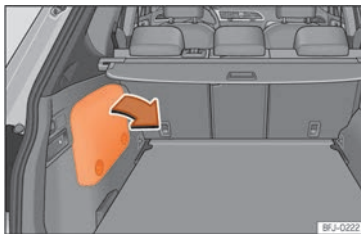

Abb. 243 Plug-in-Hybridfahrzeuge (PHEV): Einbaulage der Batterie im Kofferraum
- Die 12-Volt-Fahrzeuggatterie befindet sich an der linken Seite im Staufach »» » (Abb. 243).